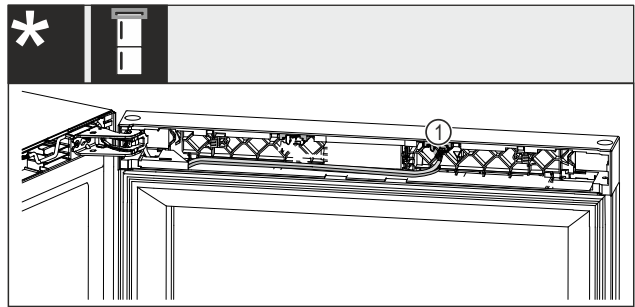

Fig. 25 Combinazioni vino-congelatore*
- ▶ Estrarre la spina Fig. 25 (1) dal nido.*